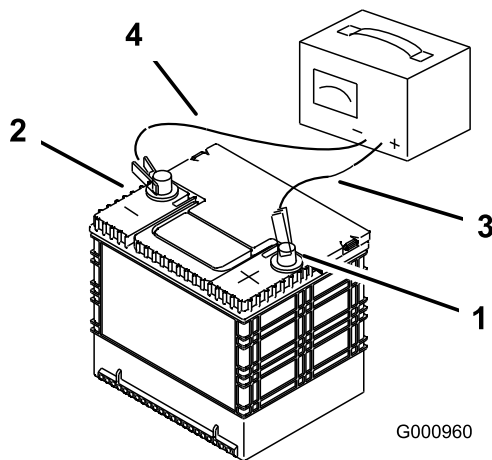

Figura 70
- Quando la batteria è completamente carica, staccate il caricabatterie dalla presa elettrica e scollegate i cavi di ricarica dai poli della batteria (Figura 70).